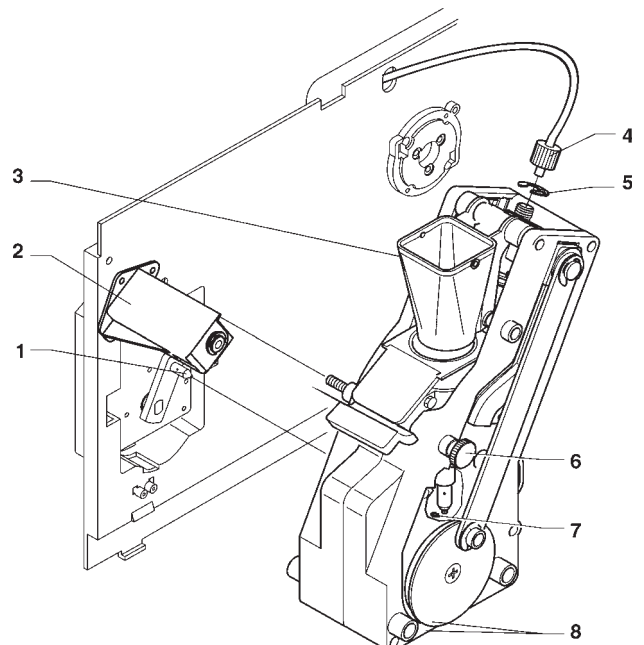

Fig. 22
- desconectar del pistón superior el tubo de teflón que conecta la caldera, teniendo cuidado en no perder la guarnición (ver fig. 22);
- Aflojar los tornillos A y B hasta que se pueda remover el embudo del café (ver fig. 22);